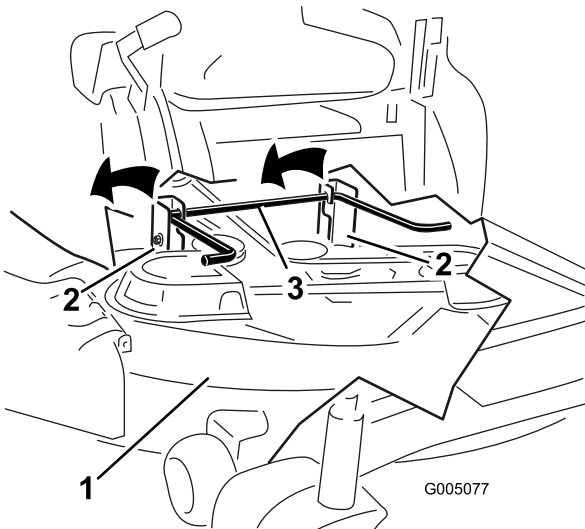

Bild 66
5. Heben Sie das Heck des Mähwerks an und führen Sie die Hängeprofile über die hintere Hubstange (Bild 66).
6. Heben Sie das Mähwerk und die Hängeprofile über die hintere Hubstange und senken Sie das Mähwerk vorsichtig auf den Boden ab (Bild 66).